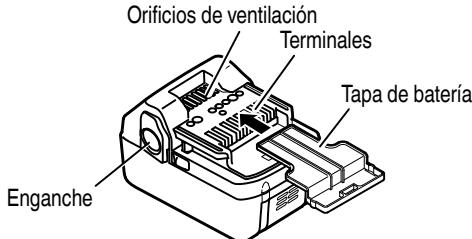

Fig. 1
- Instale el paquete de baterías en la herramienta eléctrica o almácenelo presionando la tapa de baterías hasta que se oculten los orificios de ventilación para evitar cortocircuitos. (Ver Fig. 1)